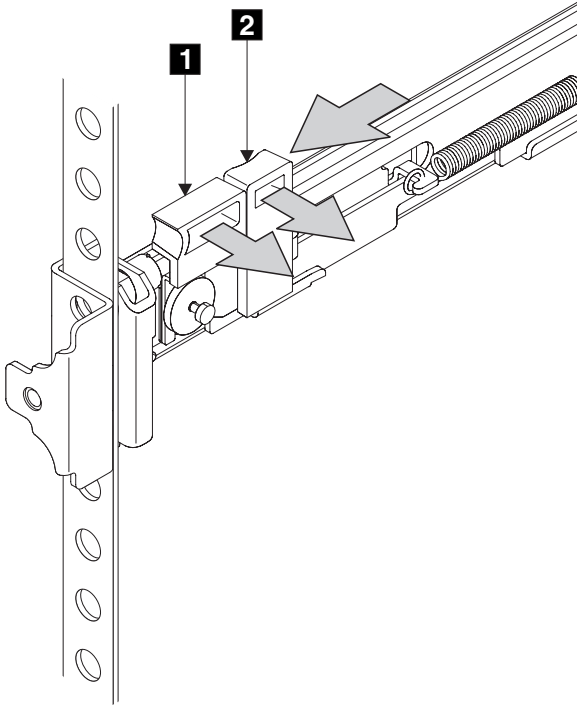

図 63. ラッチ・ロック・キャリア・アセンブリーを閉じる
- ラッチ・ロック **2** (図 63) をレールから離れる方向に押し、キャリアを解放します。ラッチ・ロック・キャリアがラックの前方向にスライドし、位置決めピンが、前部フランジの穴と前部レール・ブラケットの穴を通して突き出ます。